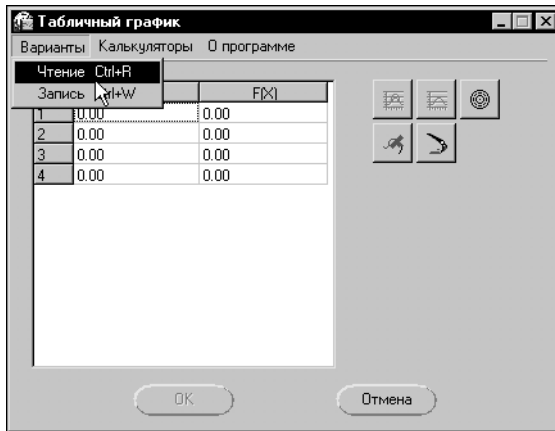

Рис. 48.18. Выбор варианта чтения данных из файла
3. В диалоге **Табличный график** вызовите команду **Варианты — Чтение** (рис. 48.18).